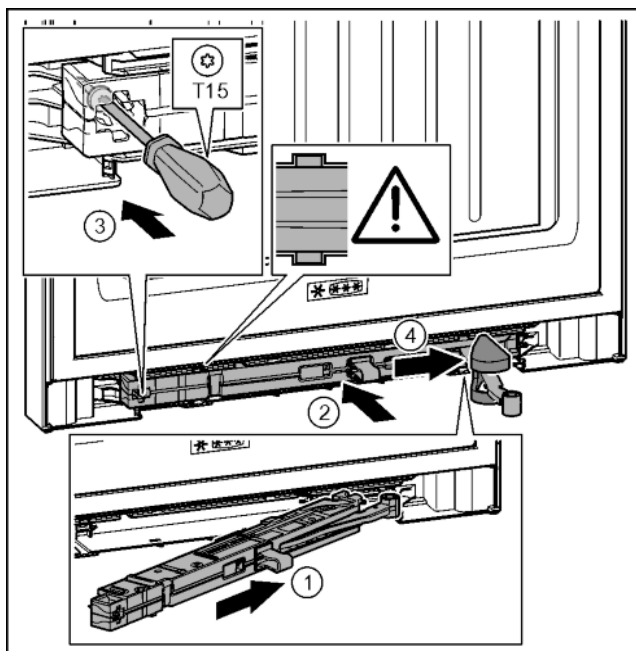

Fig. 45
- ▶ Inclinando nell'incavo spingere l'unità dell'ammortizzatore di chiusura sul lato del blocco di supporto fino alla battuta. Fig. 45 (1)
- ▶ Spingere l'unità dell'ammortizzatore di chiusura completamente nell'incavo. Fig. 45 (2)
- ▶ Stringere la vite con un cacciavite T15. Fig. 45 (3)
- ▶ Spingere la copertura sullo snodo. Fig. 45 (4)